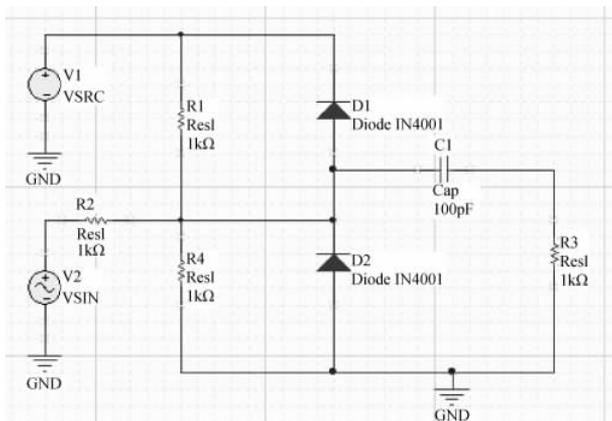

图 3-25 为电路中的元器件分配唯一的标识符
(5) 按照为元器件分配标识符的方法,为电路中的元器件和信号源分配唯一的标识符。图 3-25 给出了分配完标识符后的原理图界面。